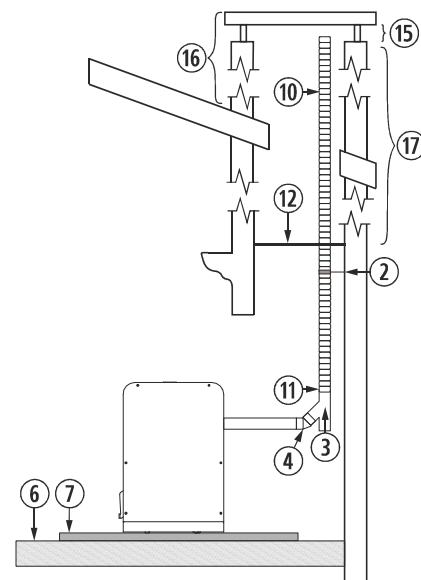

Figura 6
4.26. L'installazione di una stufa ad incasso in un caminetto può essere realizzata in completa totalità in un tubo flessibile, così come è indicato nella figura 6. Dobbiamo prestare speciale attenzione al momento di realizzare l'isolamento tra il caminetto e il tubo di fuoriuscita di gas per evitare possibili arretramenti di gas in caso di tormenta.
②	Collare di fissaggio in acciaio inox.
③	Giunto a "T" a 135° con filtro.
④	Curva a 45°.
⑥	Pavimento in legno.
⑦	Protezione non infiammabile.
⑩	Tubo in acciaio inossidabile flessibile.
⑪	Manicotto d'unione tra flessibile e rigido.
⑫	Isolante anti-arretramento.
⑮	Minimo 200mm.
⑯	Deve superare di 1 metro il tetto.